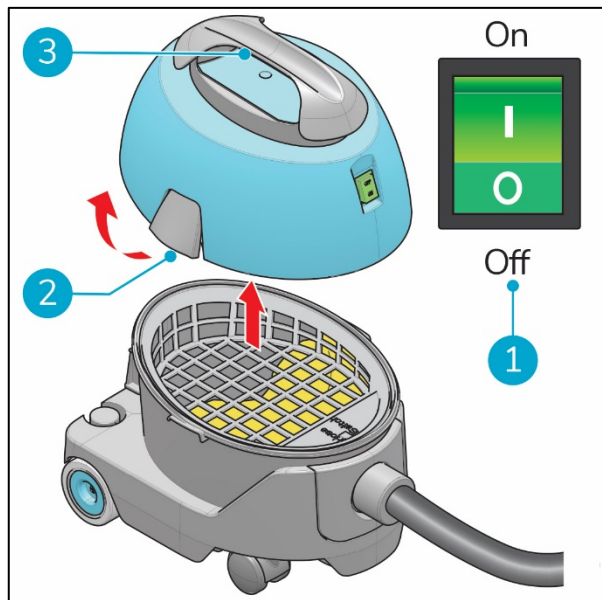

Figura 18
1. Desligue o i-vac® 5 com o interruptor ON/OFF (ligar/desligar) (Figura 18, posição 1).
2. Abra os fechos (Figura 18, posição 2).
3. Levante a zona superior pela pega (Figura 18, posição 3).